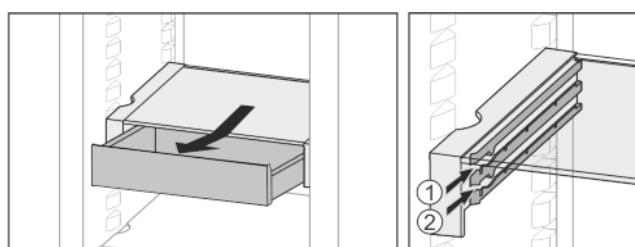

Fig. 17
- На любой высоте Fig. 17 (1) или Fig. 17 (2) вставить.